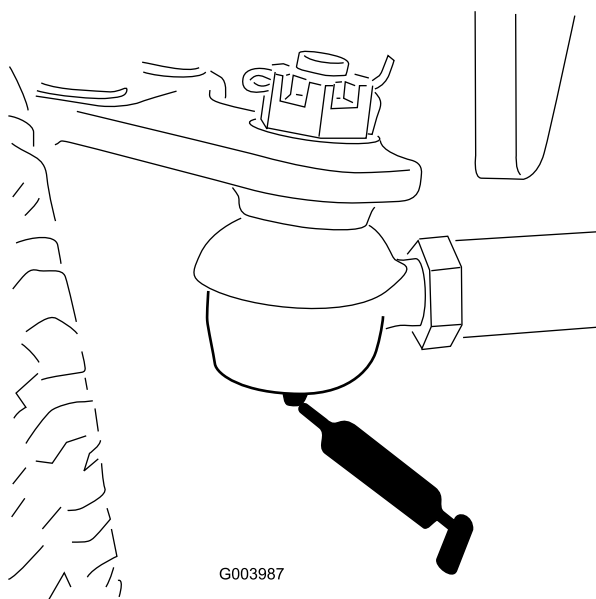

Bild 48
- Zugstange der Hinterachse (2) (Bild 48)